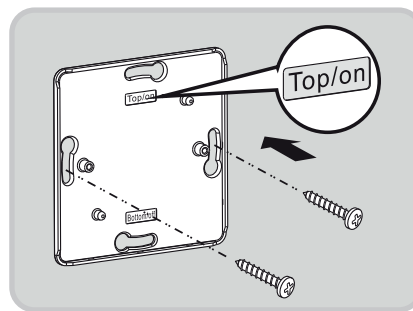

Fig. 5
- på vägg med skruvar (se Fig.5 och punkt 2.2.2)